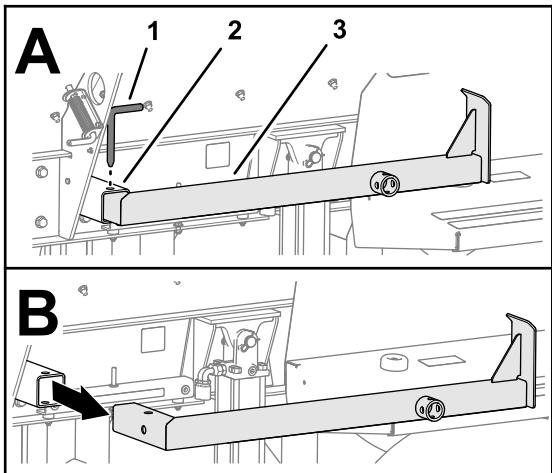

Figure 22
4. Retirez la goupille de la béquille arrière et sortez la béquille du tube (Figure 22).